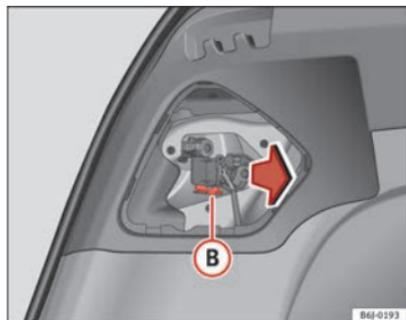

Fig. 170 Desmontaje del portalámparas
- Desmonte el portalámparas presionando el clip de sujeción (B) ⇒ fig. 170 y extráigalo hacia fuera.